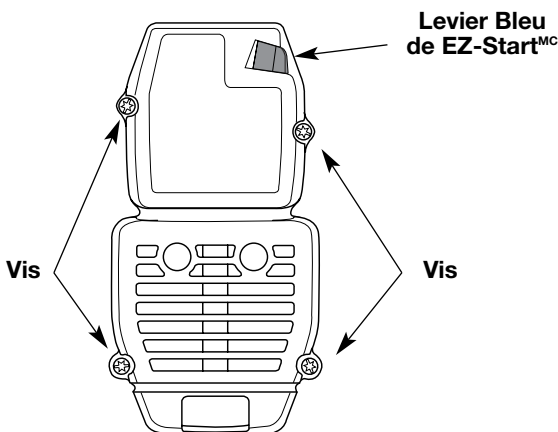

Fig. 17
- Retirez les quatre vis retenant le couvercle (Fig. 17). Servez-vous d'un tournevis à mèche T20 Torx.
2. Insérez les quatre (4) vis dans les trous du filtre à air/couvercle du silencieux (Fig. 17) et vissez sans trop serrer.